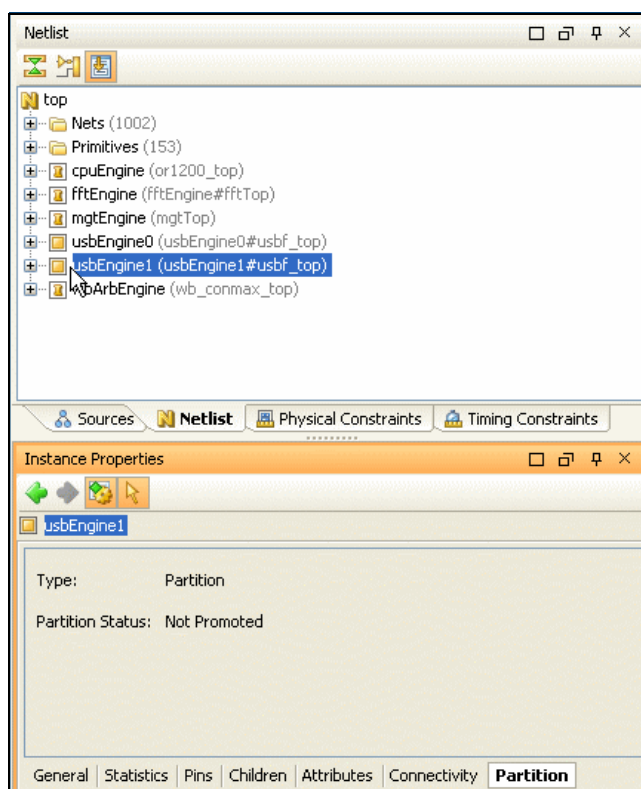

図 13-1： [Netlist] ビューでのパーティションの設定
3. 図 13-1 のように、パーティションされたモジュールをハイライトする新しいアイコンが [Netlist] ビューに表示され、そのパーティションが [Instance Properties] ビューの [Partitions] タブに表示されます。このタブには、パーティションのディレクトリとプロモートされた日付が表示されます。